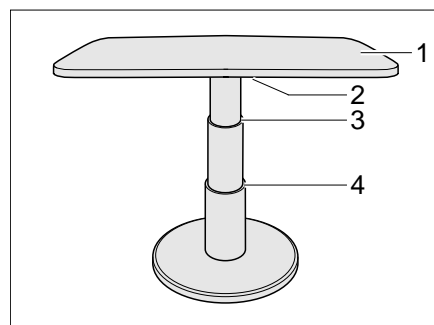

Bild 62 Hubtisch der Rundsitzgruppe
- Den Verriegelungshebel (Bild 62,2) nach links schwenken. Die Verriegelung ist offen.
- Die Tischplatte (Bild 62,1) in der Mitte bis zum gewünschten Anschlag (Bild 62,3 oder 4) nach unten drücken und gedrückt halten.